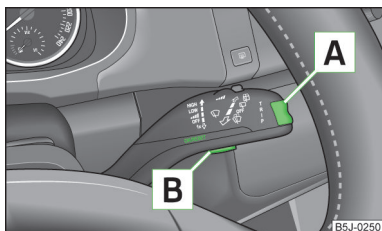

Fig. 6
La conmutación de las memorias se efectúa con la tecla **B** » fig. 6 de la página 13 en la palanca del limpiaparabrisas.
La tecla basculante **A** » fig. 6 y la tecla **B** se encuentran en la palanca del limpia-parabrisas.
» Pulsar ligeramente la tecla **B** » fig. 6.
» Pulsar brevemente la tecla basculante **A** » fig. 6 arriba y abajo. De ese modo se activan, una tras otra, las funciones individuales del indicador multifunción.
» Pulsar la tecla **B** » fig. 6 más tiempo.
En la pantalla aparece el tiempo de marcha desde la última vez que se borró la memoria. Cuando se desee medir el tiempo de marcha desde un momento determinado, se deberá poner en ese momento preciso la memoria a cero, pulsando para ello la tecla **B** » fig. 6 de la página 13.
Si se desea calcular el consumo medio de combustible para un período de tiempo determinado, deberá poner la memoria a cero al comenzar la nueva medición pulsando la tecla **[B]** » fig. 6 de la página 13. Tras borrarla, en la pantalla no se muestra ningún valor durante los primeros aprox. 300 metros de recorrido.
En la pantalla aparece el kilometraje recorrido desde la última vez que se borró la memoria » página 12. Cuando se desee medir el recorrido desde un momento determinado, se deberá poner en ese momento preciso la memoria a cero, pulsando para ello la tecla **[B]** » fig. 6 de la página 13.
La pantalla indica la velocidad media en km/h desde la última vez que se borró la memoria » página 12. Si se desea medir la velocidad media durante un período determinado, se deberá poner la memoria a cero al principio de la medición accionando la tecla **[B]** » fig. 6 de la página 13.
- » Mediante la tecla **[A]** » fig. 6 de la página 13, seleccionar la opción **Advert. vel.** del menú.